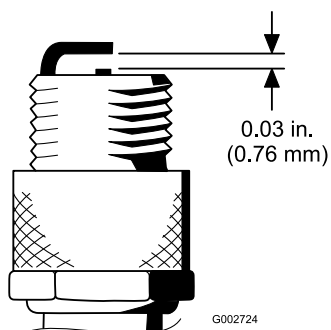

Figura 27
4. Ajuste a folga existente entre o elétrodo central e os elétrodos laterais para 0,76 mm; consulte Figura 27. Monte a vela com a folga correta com o vedante e aperte-a com uma força de 23 N·m. Se não utilizar uma chave de aperto, aperte bem a vela.